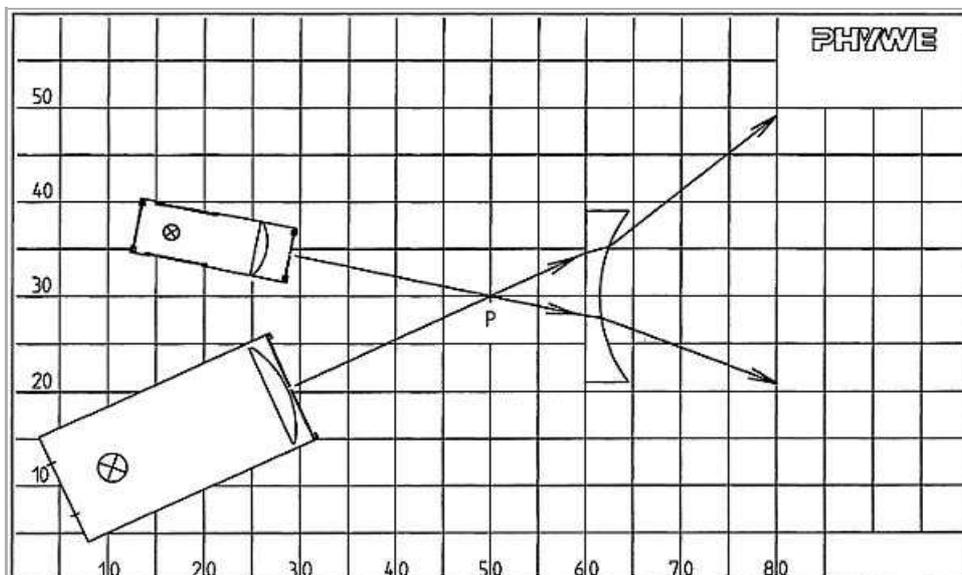

Abb. 2
- Mittels Haftleuchte und Leuchtbox mit 1-Spalt-Blenden durch einen markierten Punkt P zwei divergierende Strahlen verlaufen lassen (Abb. 2)